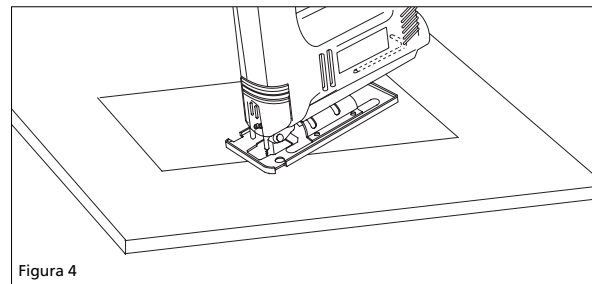

Figura 4
2. Corte por penetración (ver Figura 4):